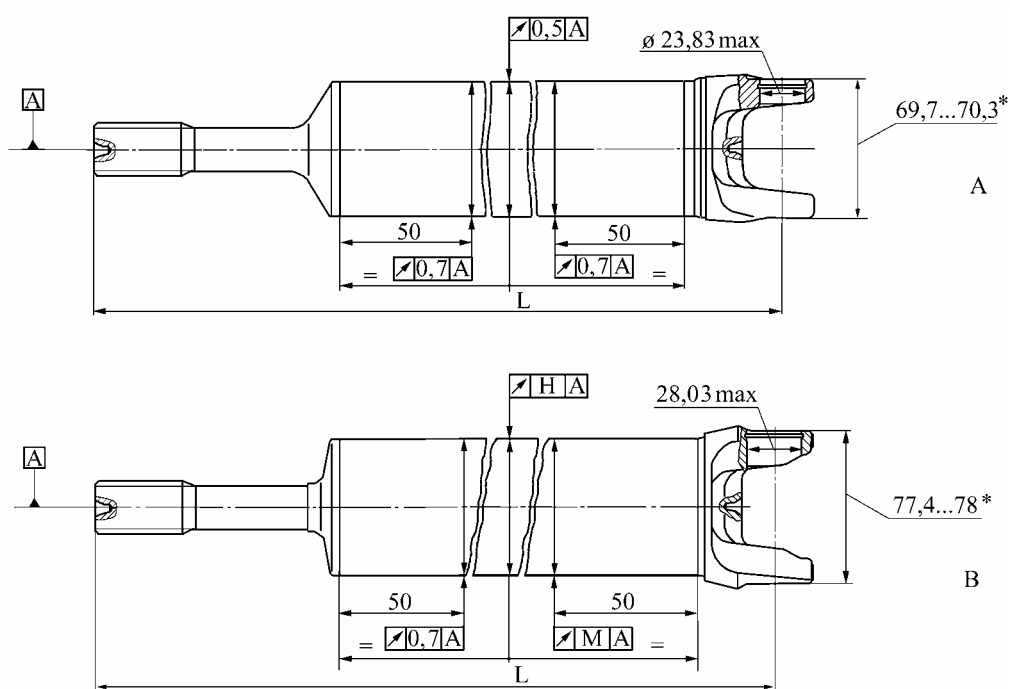

Рис.20. Валы карданные передние и задние:
6.2.3 Валы карданные передний и задний 2121-2201015, 2121-2203015, 21211-2201015, 21211-2203015, 21211-2203015-01, рис.20.
Валы карданные передние и задние 2121, 21211 отличаются размерами вилки и длиной вала. Отличия показаны на рис.20. Длины валов приведены в таблице 6.
Проверить эксцентricность валов. Установить вал в центрах и, проворачивая, проверить биение (штатив, индикаторная головка). Места и величины допустимых биений вала показаны на рис.20. Если биение превышает допустимые пределы - заменить вал карданный в сборе.